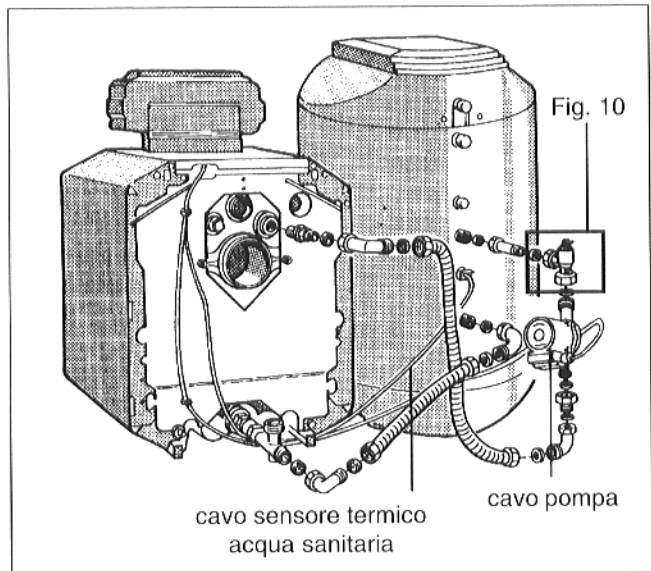

Fig. 9
- Condurre con cura i cavi del sensore termico acqua sanitaria e di allacciamento pompa come descritto nelle *Istruzioni di montaggio* della caldaia e dell'accumulatore; Fig. 9).
- Riempire lentamente la caldaia dal rubinetto di carico (Fig. 9).